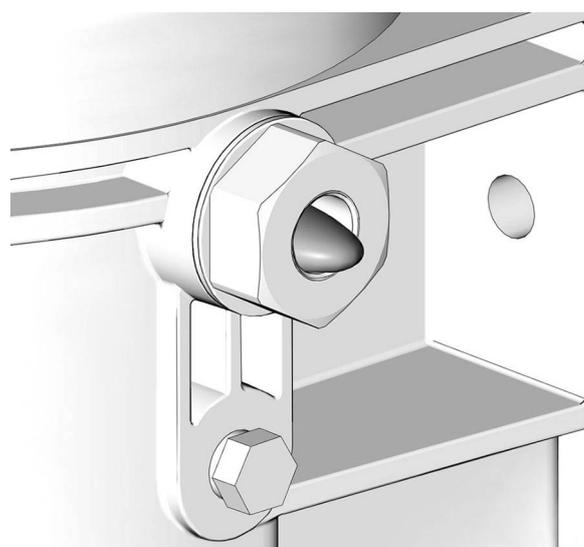

FIG. 24
- Haga funcionar la bomba únicamente hasta que no salga aire con lubricante por el accesorio de conexión del elemento (FIG. 24).